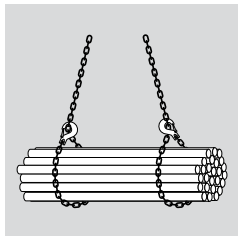

Fig. 5.1.4: Uens enkelt snøring
- der skal snøres ens, hvis lasten ikke skal rulle væk ved første løft (se Fig. 5.1.4 og 5.1.5)